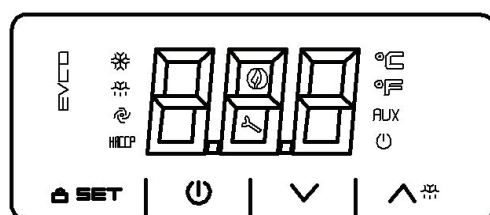

Рис. 3 Блок управления EV3B22
7.2.1.1 Контроллер EV3B22 обеспечивает: поддержание температурного режима в камере, индикацию температуры, включение звуковой сигнализации при выходе температуры в камере за установленные пределы. Датчик температуры размещается внутри камеры холодильника. Органы управления выведены на панель управления холодильника (рис.3):